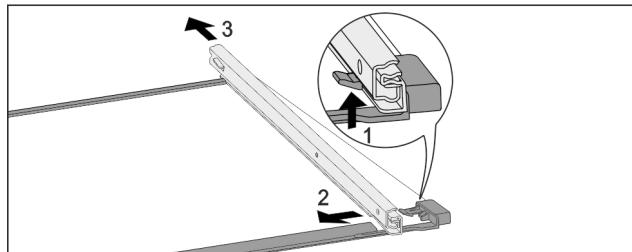

Fig. 157 Скляна пластина з рейками
- Натиснути передній гачок-фіксатор вгору. Fig. 157 (1)
- Виштовхніть виїзну рейку в сторону Fig. 157 (2) та назад Fig. 157 (3).